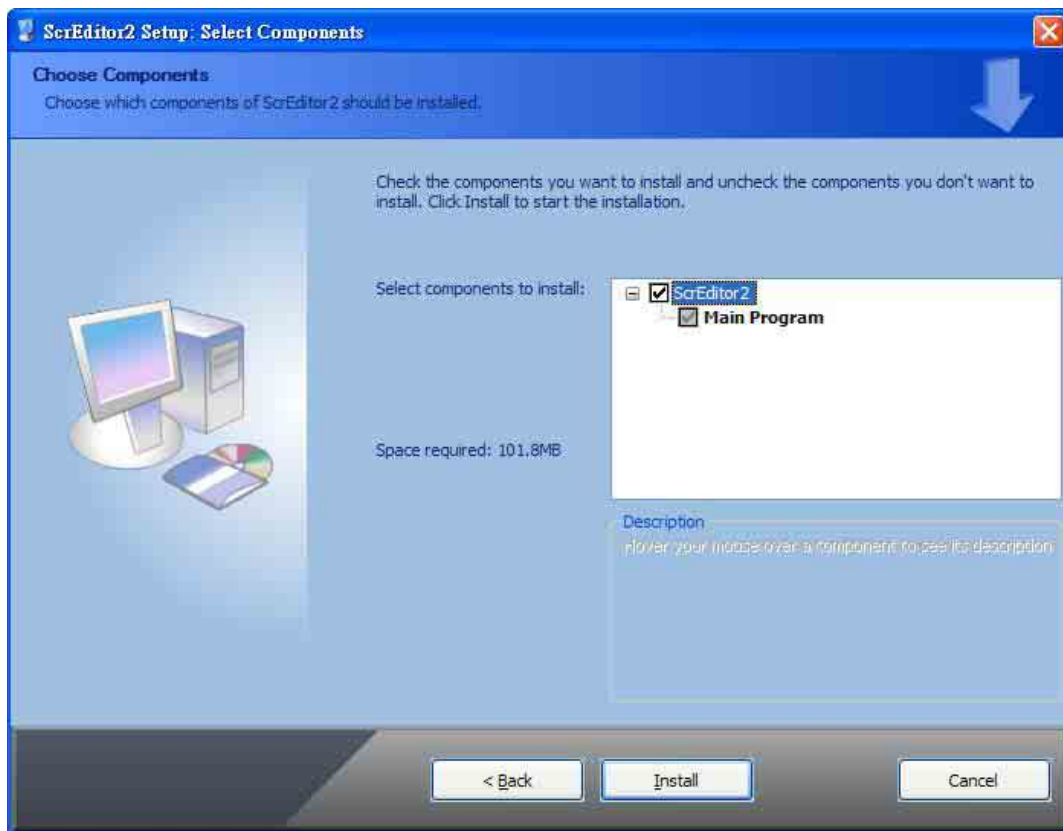

Fig. 3-1-4 Seleccione o programa Screen Editor
Passo 3: Após pressionar **Próximo**, o sistema solicitará que você selecione o software de instalação, neste caso o Screen Editor (Fig. 3-1-4).